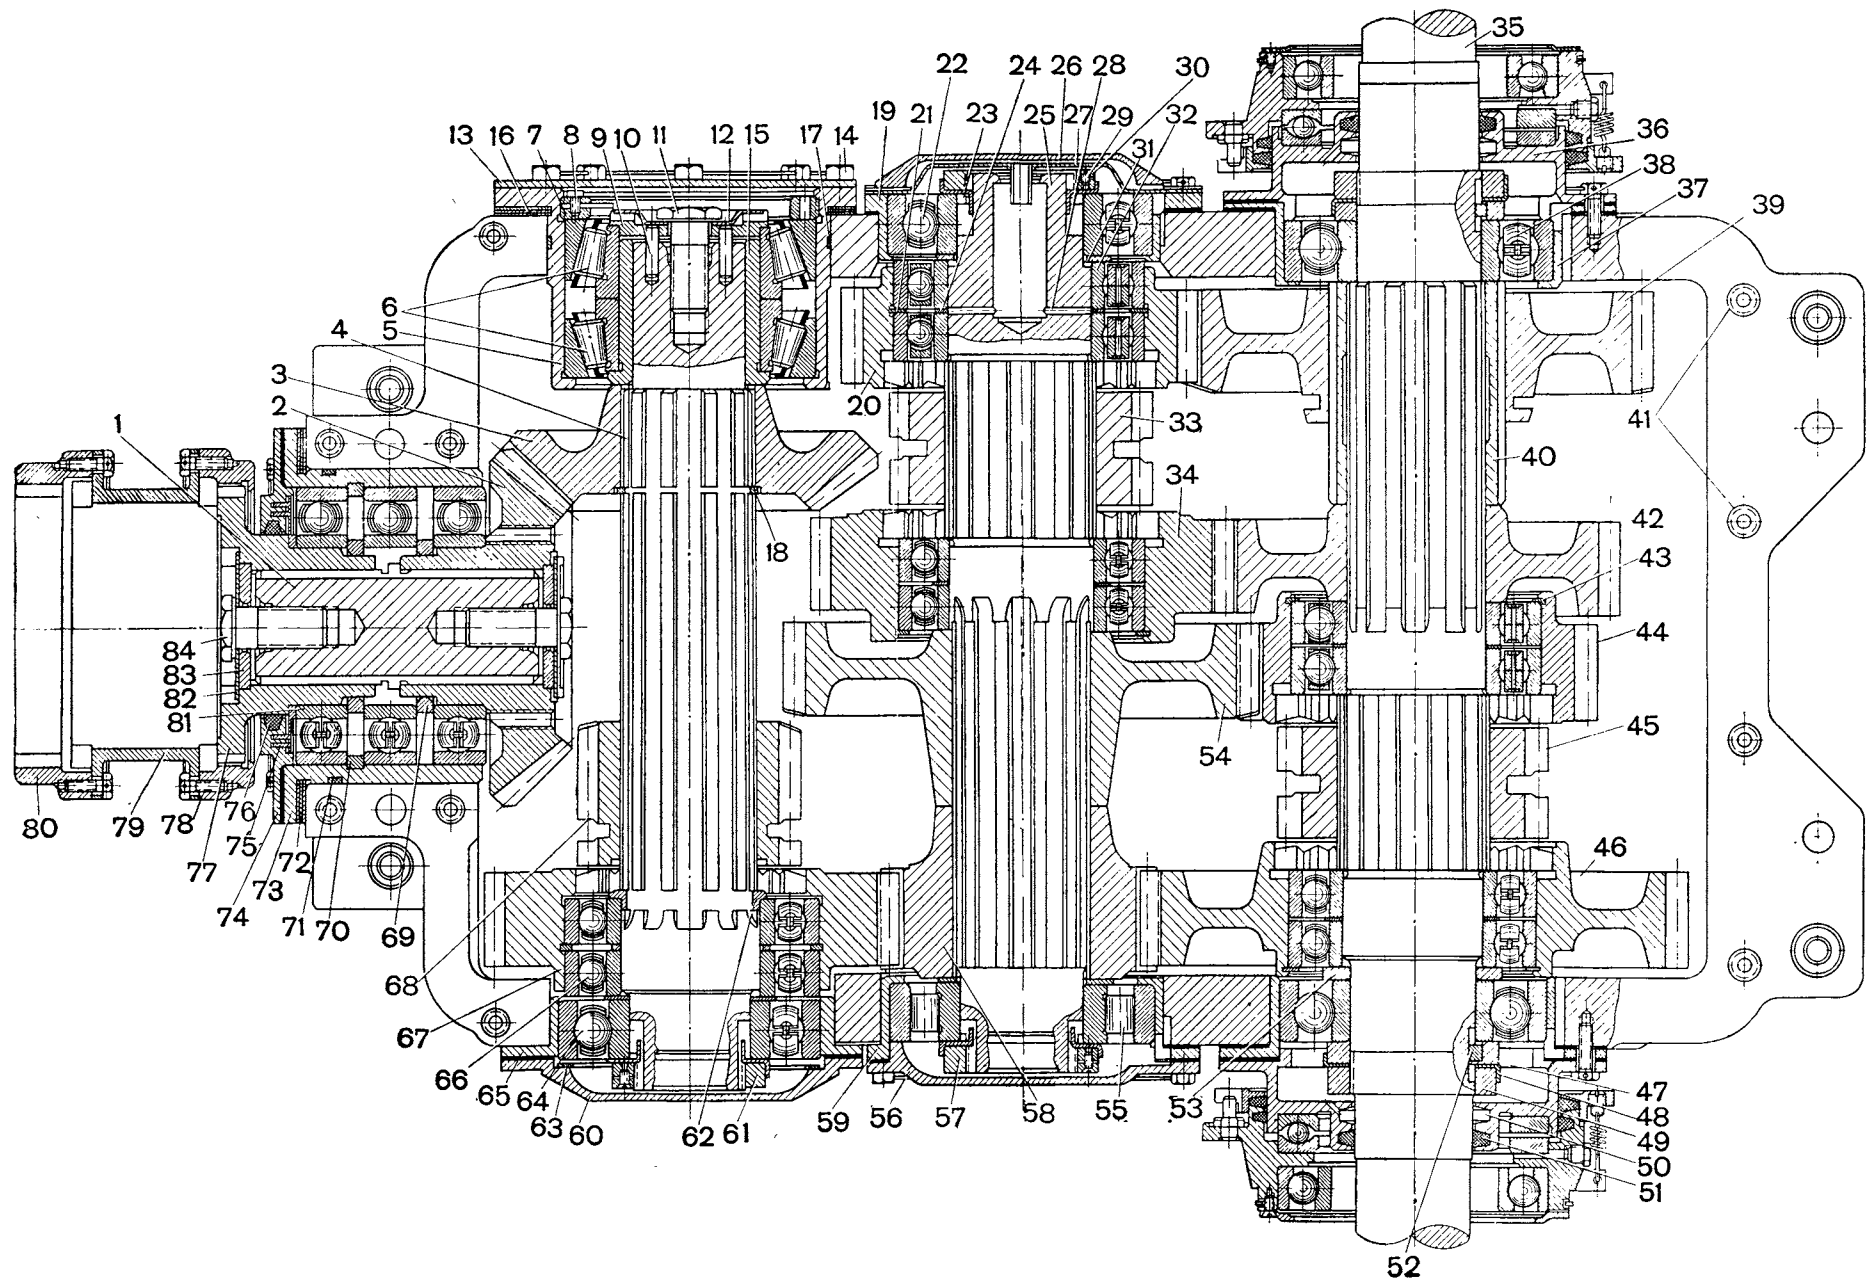
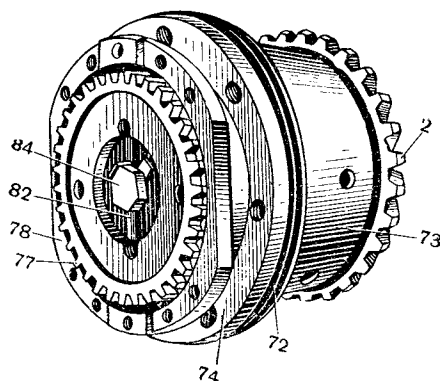
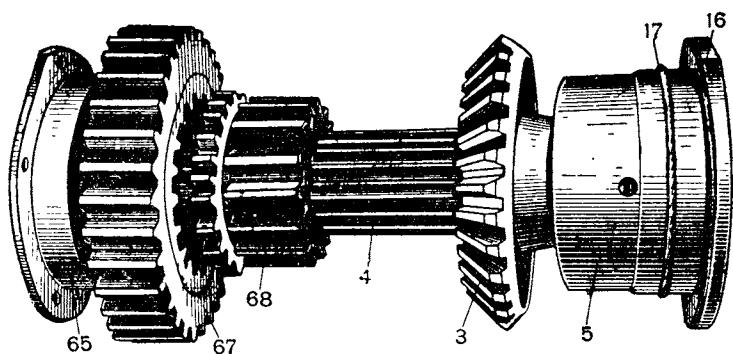
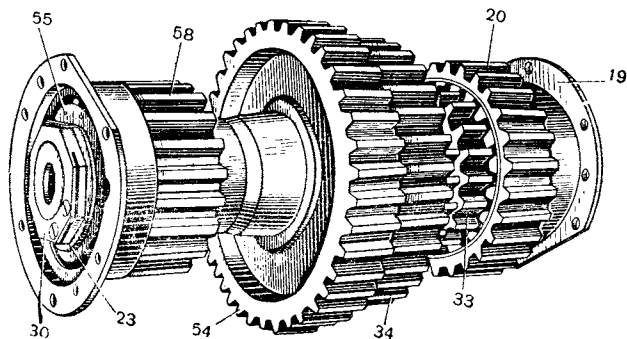

Рис. 150. Коробка передач (разрез по валам):
Рис. 155. Ведущий вал в сборе:
Рис. 156. Ведомый вал в сборе:
Рис. 157. Промежуточный вал в сборе:
**Ведущий вал** (рис. 155) стальной шлицованный. С одной стороны на него устанавливается зубчатый фланец 77, а с другой — коническая шестерня 2. Коническая шестерня и зубчатый фланец удерживаются от осевых перемещений болтами 84, которые ввернуты в торцы ведущего вала и закреплены в свою очередь стопорными шайбами 82. Под головки болтов установлены шайбы 83 (рис. 150).
**Ведомый вал** (рис. 156) стальной шлифованный. На шлицах вала неподвижно установлена коническая шестерня 3, которая от осевых смещений удерживается с одной стороны втулкой 15 (рис. 150), а с другой — пружинным кольцом 18, вставленным в кольцевую выточку вала.
**Промежуточный вал** (рис. 157) стальной шлицованный; в средней части его и по концам имеются гладкие шейки. В правом торце вала сделано продольное сверление и два радиальных сверления 28 (рис. 150). На левый шлицованный конец вала неподвижно устанавливаются шестерни 54 и 58. На гладких шейках свободно вращаются на шарикоподшипниках шестерни 20 и 34. Кроме того, по шлицам вала между шестернями 20 и 34 свободно перемещается муфта 33 включения.
На шлицах главного вала неподвижно закреплена шестерня 42 и распорная втулка 40 (рис. 150). На втулке имеются внутренние и наружные шлицы. По наружным шлицам втулки свободно перемещается шестерня 39, в кольцевую выточку ступицы которой входит вилка переключения.